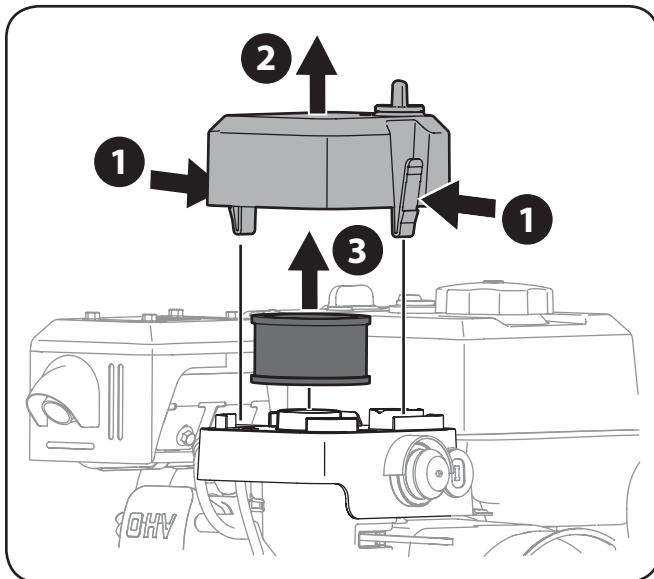

Figura 6-7
3. Oprima las lengüetas de la tapa del filtro de aire (1) y levante la cubierta (2) para sacarla del motor. Consulte la Figura 6-7.
4. Levante el elemento del filtro de aire y sáquelo del motor (3) como se indica en la Figura 6-7.